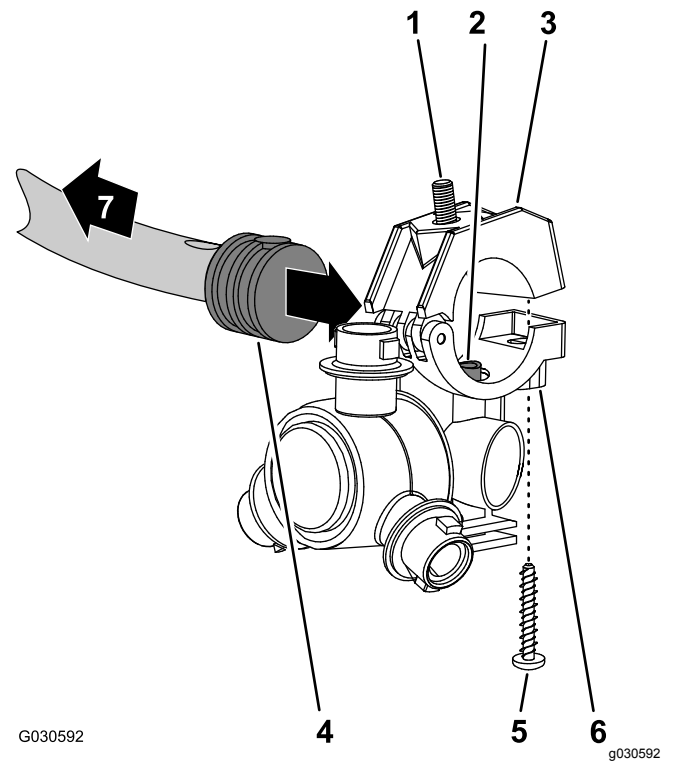

Figure 130
1. Alignez le tube de transfert dans le demi-collier inférieur d'une buse de pulvérisation (Figure 130) et le trou dans le côté de l'anneau cannelé simple ($\frac{1}{2}$ ").
2. Fermez le demi-collier supérieur autour de l'anneau cannelé et fixez le demi-collier et le corps de la buse de pulvérisation (Figure 130) avec la vis en acier inoxydable (n° 12 x 1 1/4") ; serrez la vis en acier inoxydable à un couple de 14 à 18 N·m.